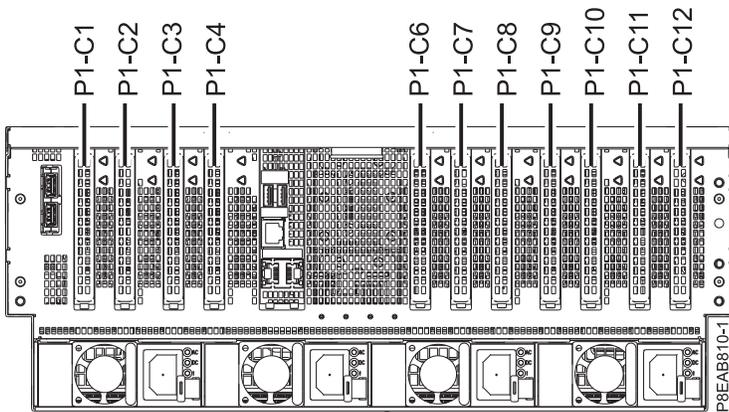

Figura 19. Ubicaciones de las ranuras del adaptador PCIe en el sistema 8408-44E o 8408-E8E
1. Familiarícese con las ubicaciones de las ranuras del adaptador PCIe. Los Adaptadores PCIe se instalan en la parte posterior del sistema. En la Figura 19 en la página 30 se muestran las ubicaciones de los Adaptadores PCIe en un sistema 8408-44E o 8408-E8E.